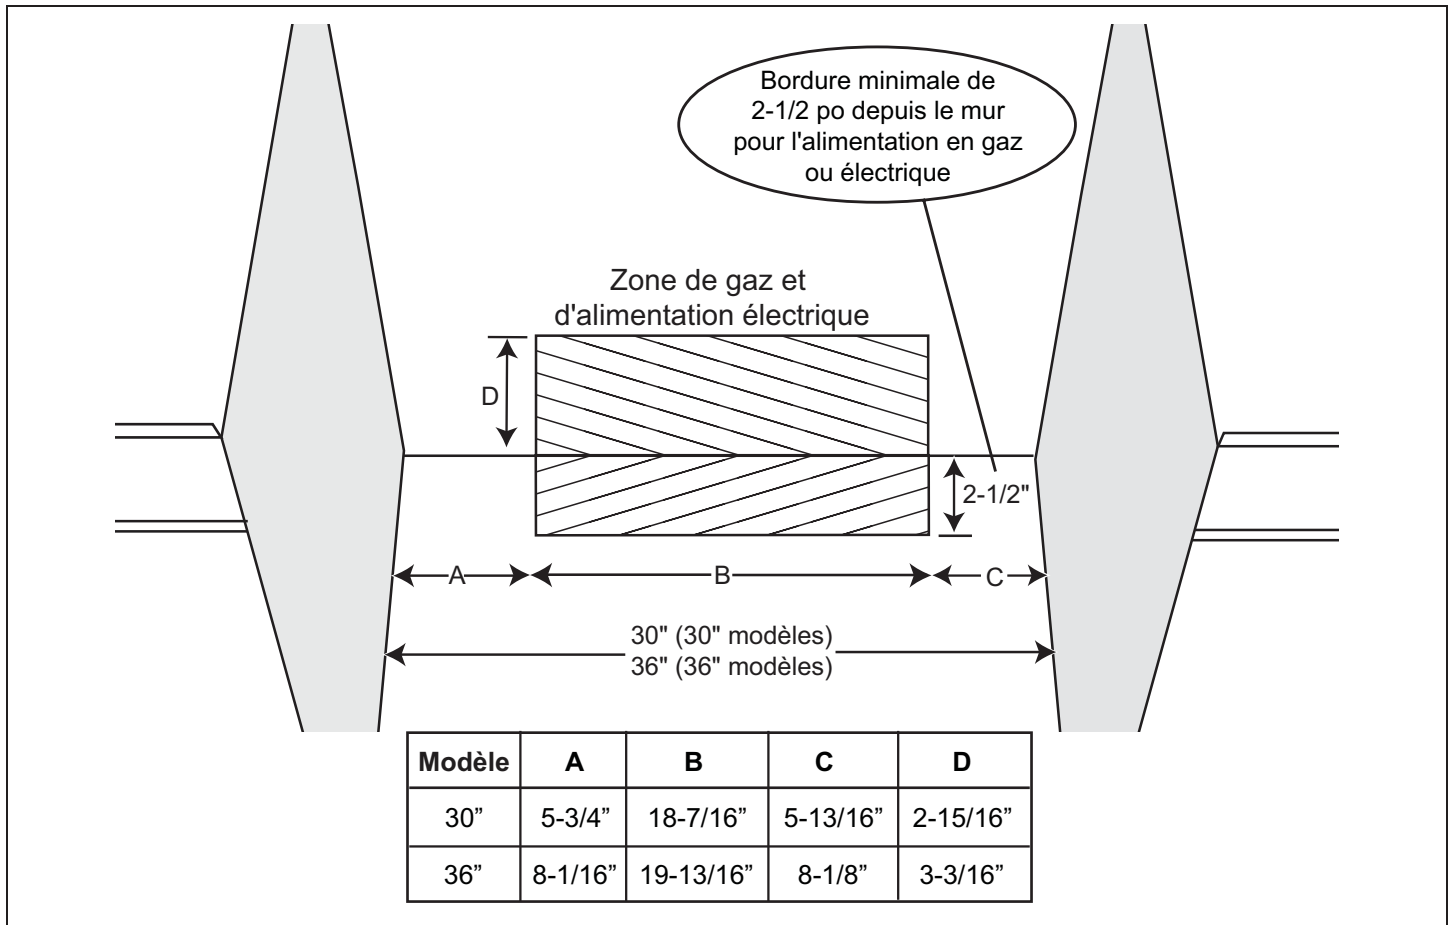

Figure 3a : emplacement de l'alimentation électrique et en gaz pour les cuisinières à gaz
3. Les entrées d'électricité et de gaz doivent se trouver dans les zones indiquées à la Figure 3a.